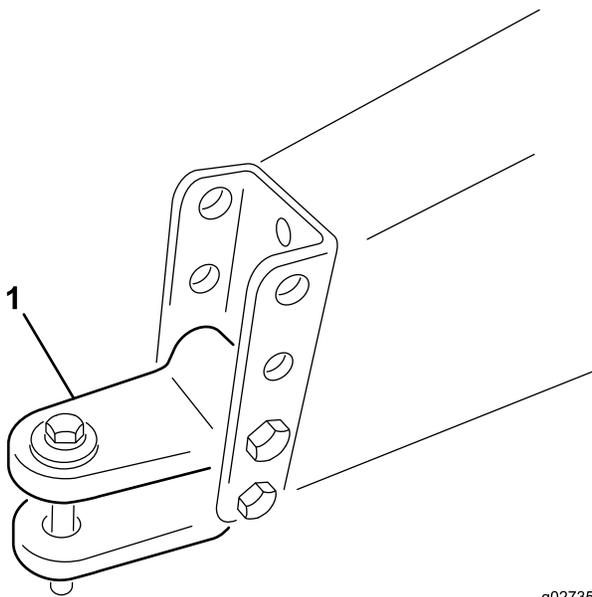

Рисунок 6
- A. Отверните болты и контргайки, крепящие вилку сцепного устройства (Рисунок 6) к раме машины.